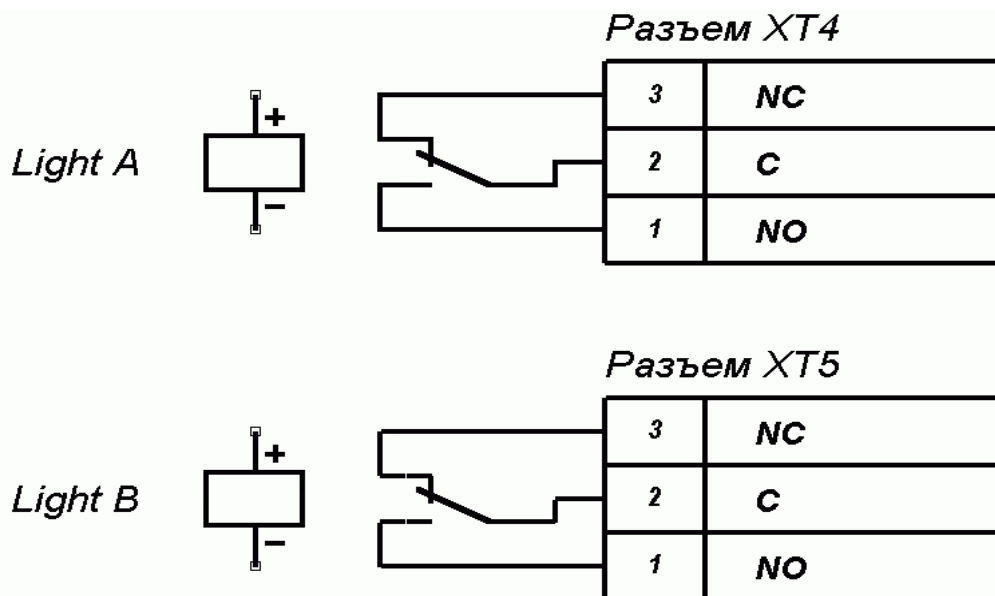

Рисунок 8 – Выходные каскады для Light A и Light B
5.9.4 Выносные индикаторы подключаются на клеммные колодки "ХТ4" (Light A) и "ХТ5" (Light B). При этом реле Light A (Light B) активизировано (на его обмотку подано напряжение), когда горит соответствующая данному направлению прохода зеленая стрелка на световом табло, и нормализовано (на его обмотку напряжение не подано), когда соответствующая данному направлению прохода зеленая стрелка на световом табло не горит. Факт срабатывания / отпускания реле Light A и Light B можно определить по загоранию / гашению красных индикаторов, которые установлены вблизи указанных реле (см. рис. 3). Выходные каскады для Light A и Light B – перекидные контакты реле (см. рис. 8) со следующими характеристиками сигналов: